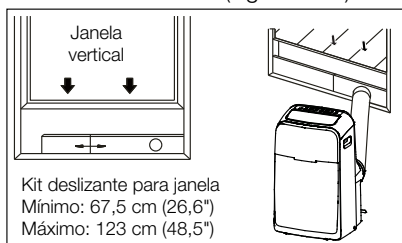

Fig. 9a
6. Fixe o adaptador B no kit para janela deslizante e vede. (Fig. 9a e 9b)